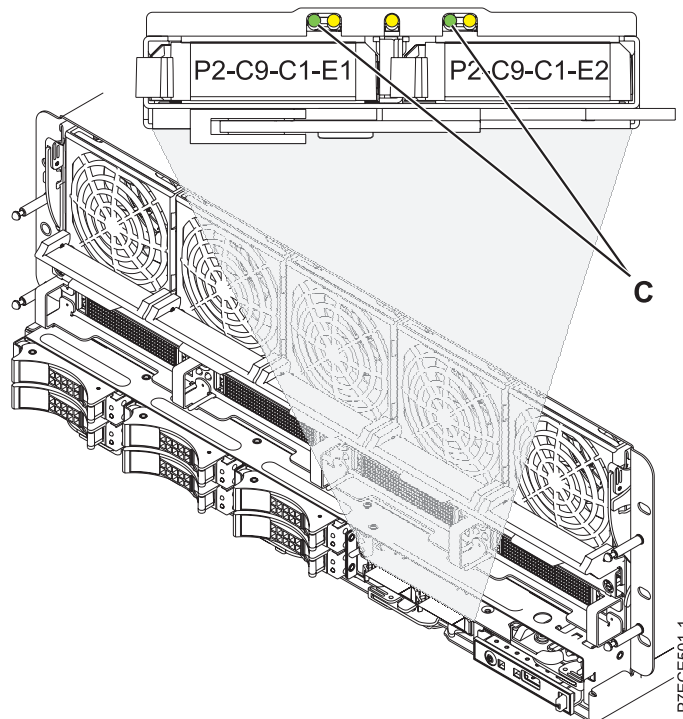

Figure 7. Voyants de batterie de cache
**Avvertissement :** Ne retirez pas la batterie si le voyant vert (C) dans la figure 7, à la page 15 clignote ; cela signifie qu'il existe des données en cache.